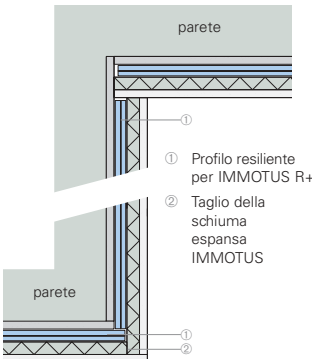

Figura 03 Angoli interni ed esterni (prospetto orizzontale)
- ◆ In presenza di angoli esterni posare i pannelli ritagliando la schiuma espansa IMMOTUS di uno dei due pannelli d'angolo in modo da accostare gli strati di cartongesso, creando in tal modo continuità nello strato di schiuma (figura 03).